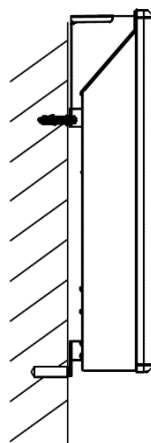

Рис.3
- Повесьте прибор на закрепленные шурупы на две верхние стойки. Примерьте и отметьте на стене положение двух нижних стоек крепления (Рис.3).